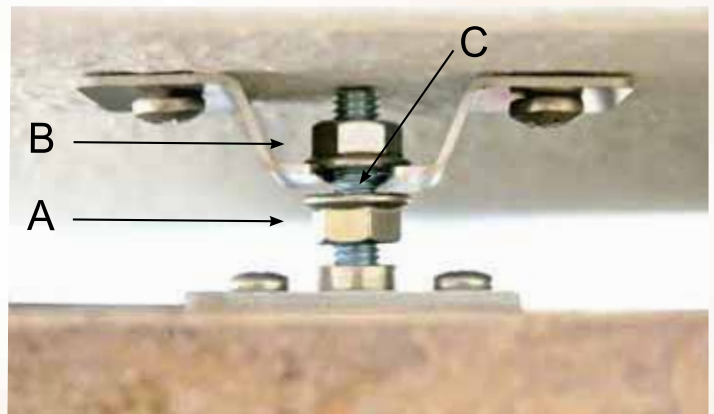

Abb. 3
7. Schrauben Sie auf die beiden oberen Gewindebolzen der Heizplatte (werden in Wandhalter eingehängt je eine Sechskantmutter mit Flansch (A) bis zum Gewindeende und achten Sie darauf, dass der Flansch von der Heizplatte weg zeigt. **Siehe Abb. 3** (bereits werkseitig für die Hochkant-Montage vormontiert)